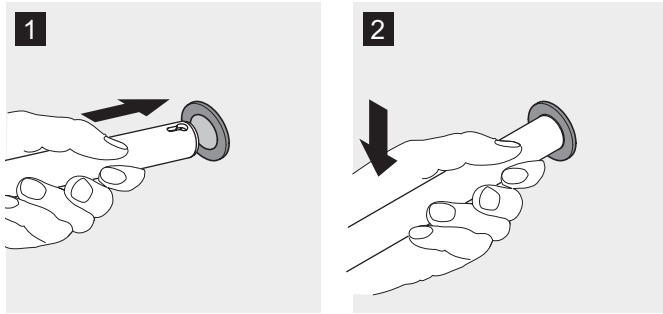

Fig. 14: Colocación de los expositores
1. Introduzca en el orificio del juego de pletina el expositor ligeramente inclinado hacia arriba hasta el tope (Fig. 14/1) y bájelo (Fig. 14/2).